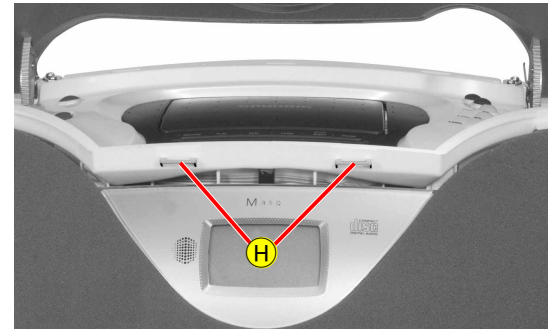

Fig. 8
- 2 Rastungen Ⓓ (Fig. 8) austrasten.
- Disengage 2 hooks Ⓓ (Fig. 8).